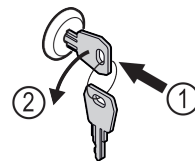

Fig. 177
- ▶ Paina avain lukkoon. Fig. 177 (1)
- ▶ Kierrä avainta 90° vastapäivään. Fig. 177 (2)